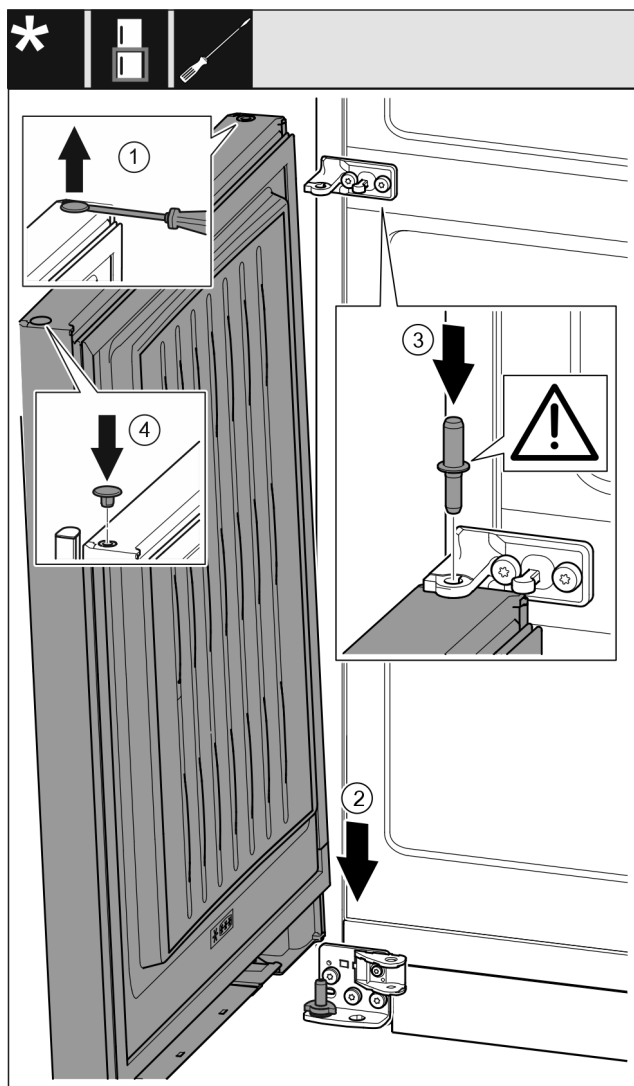

Fig. 57
- Ridicați cu precauție dopul Fig. 57 (1) cu o șurubelniță plată și extrageți-l.
- Așezați ușa Fig. 57 (2) de sus pe bolțul inferior de lagăr.
- Introduceți bolțul central de lagăr Fig. 57 (3) prin mijlocul suportului de lagăr în ușa inferioară. Aveți grijă aici ca respectiva camă de fixare să fie îndreptată către înapoi.
- Introduceți dopul Fig. 57 (4) pe partea opusă a ușii.